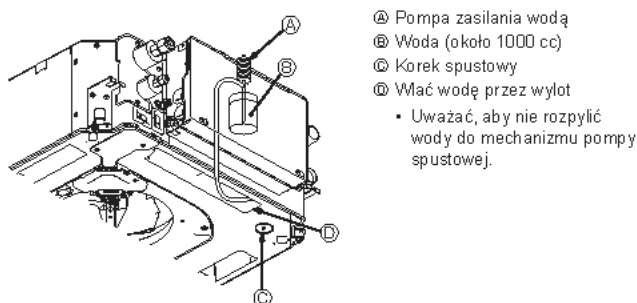

Fig. 8-6
8.4. Sprawdzenie odpływu (Fig. 8-6)